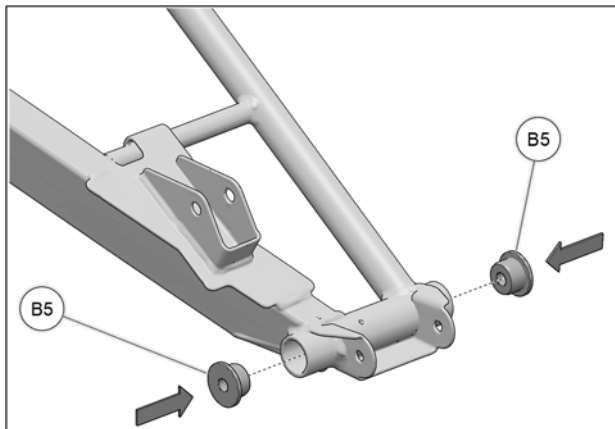

Fig. 5
5. Insérer les t-bagues (B5) à chaque bout du tube incorporé au bras de suspension. Voir la Fig. 5